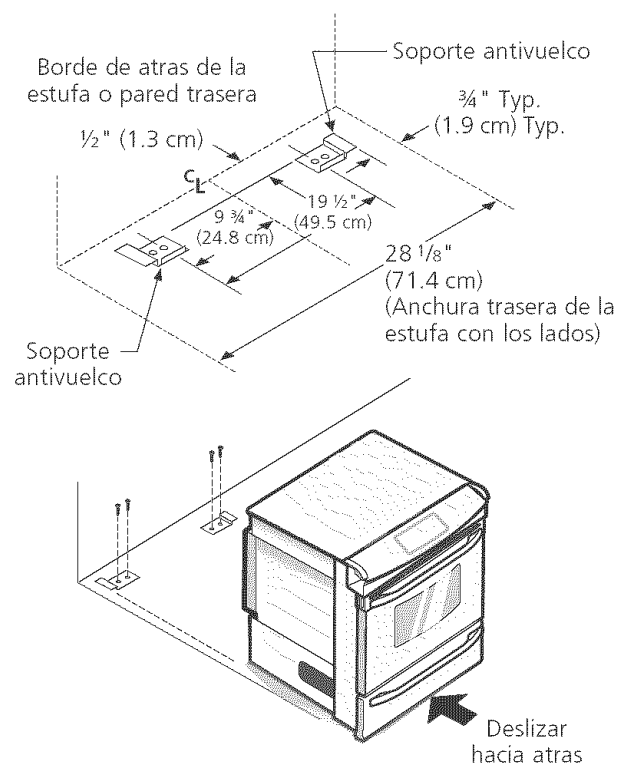

Figura 12
1. Desdoble la plantilla de papel y colóquela plana en el piso con los bordes laterales y el trasero colocados exactamente donde la parte trasera y los lados de la estufa serán colocados cuando sea instalada. (Use el diagrama siguiente para ubicar los soportes si no se dispone de la plantilla. (Ver la Figura 12))